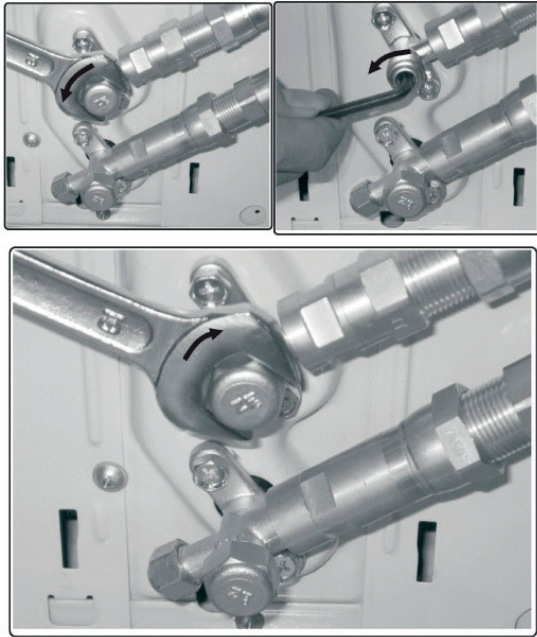

Fig. 6.5
5. Entfernen Sie nun die Abdeckung des oberen Ventils mithilfe eines 19-mm-Schraubenschlüssels. Öffnen Sie das Ventil, indem Sie es mit einem 5-mm-Inbusschlüssel so weit wie möglich im Gegenuhrzeigersinn drehen. Das Ventil ist nun offen. Sollte das Ventil nicht vollständig geöffnet sein, so funktioniert das System möglicherweise nicht richtig und kann es beschädigt werden. Schrauben Sie die Abdeckung wieder auf das obere Ventil und ziehen Sie es fest, um sicherzustellen, dass es richtig abdichtet. Siehe Abbildung 6.5.